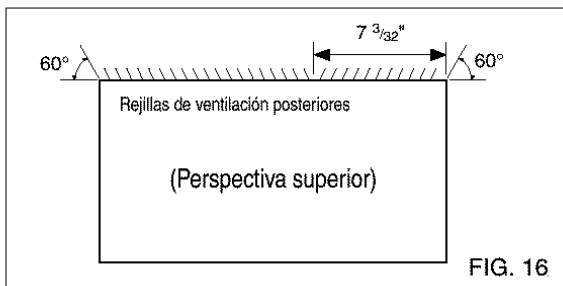

FIG. 16
- 1** Redireccione las rejillas de ventilación en la parte posterior del soporte de pared a un ángulo de 60° según muestra la FIG. 16. Recomendamos el uso de alicates.